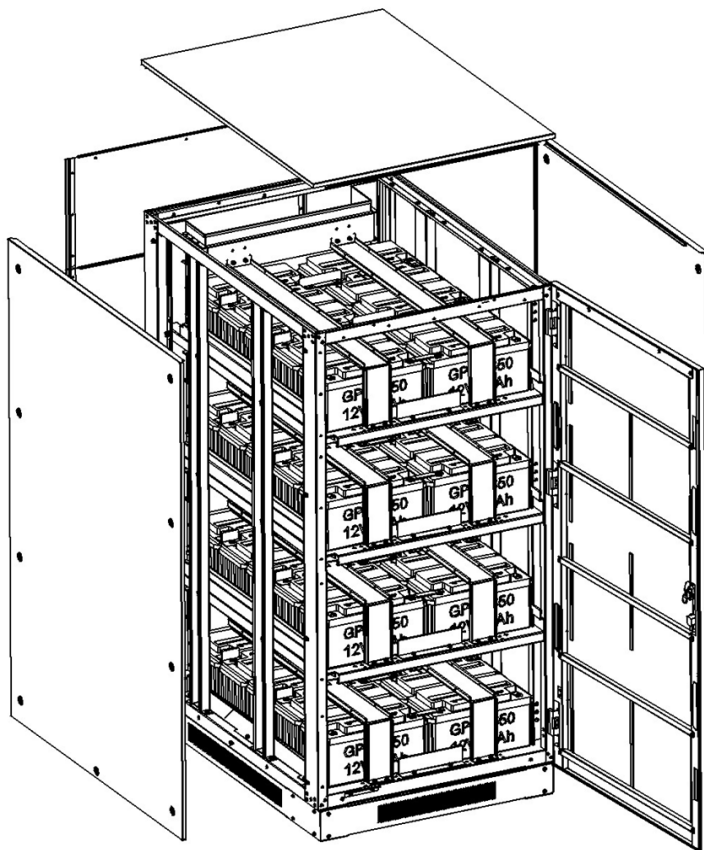

Figura 5-45
12. Vuelva a instalar todas las cubiertas y tornillos (Figura 5-45).